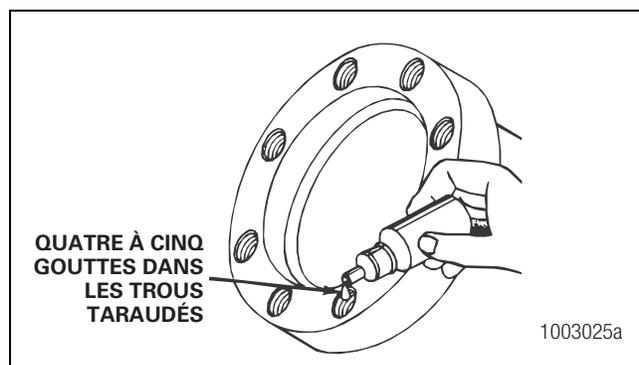

Figure 4.12
2. Appliquer entre quatre et cinq gouttes d'adhésif liquide Meritor 2297-C-7049, Loctite[®] 638 ou 680, ou l'équivalent dans chaque trou taraudé ou alésage. Ne pas appliquer l'adhésif directement sur les filets des fixations. Figure 4.12.